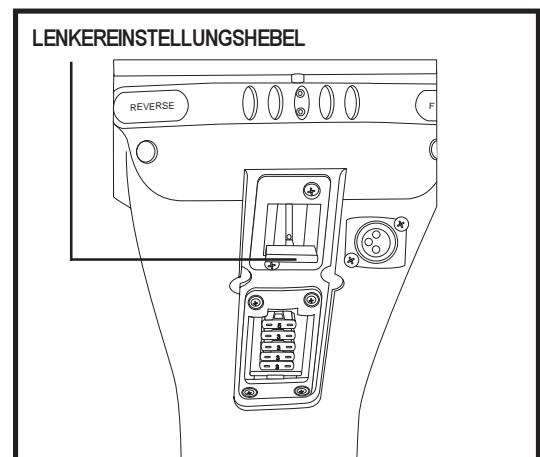

Abb. 9. Einstellung de Lenkerwinkels
1. Lenkersicherungshebel hochziehen. Siehe Abb. 9.